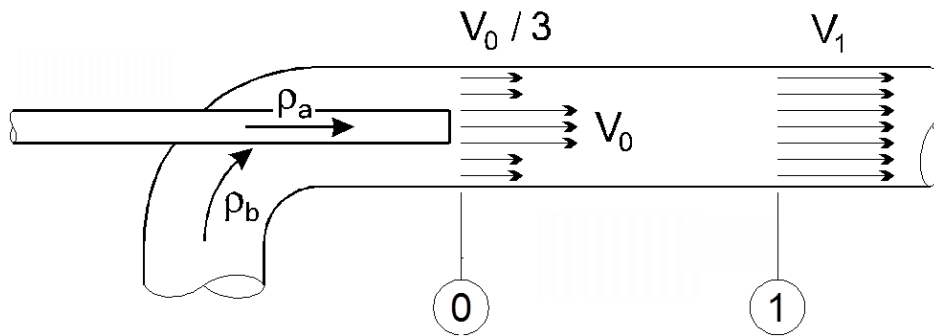

Fig. 1: Tubo misturador
1. (20 P) Um tubo (área $a = A/3$) injeta um líquido "a" num outro tubo (área A) com líquido "b" (Fig. 1). O líquido "a" injetado (densidade ρ_a , velocidade V_0) e o líquido "b" (densidade $\rho_b = 3\rho_a$, velocidade $V_0/3$) se juntam na secção 0. Na secção 1 os líquidos são completamente misturados e escoam com velocidade V_1 . O escoamento pode ser considerado permanente, os líquidos incompressíveis e a pressão nas secções 0 e 1 constante. O atrito nas paredes das tubulações pode ser desconsiderado.